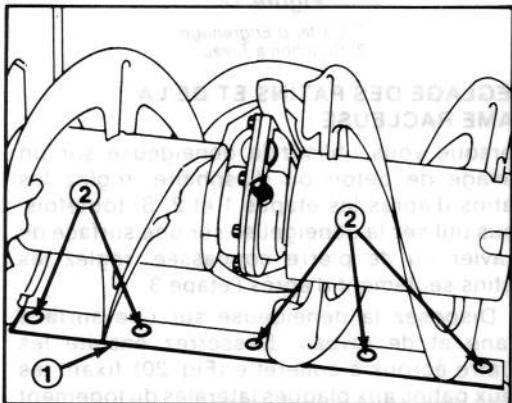

Figure 21
2. Réglez les deux patins pour qu'il y ait 1/8" (3 mm) entre le bas de la tarière et la surface plane et de niveau. Quand les patins sont bien réglés, serrez les écrous à collet à vis. Vérifiez ensuite la lame racleuse montée sur le bas du logement de tarière. Pour la régler, desserrez les cinq vis de montage, mettez la lame à niveau, puis resserrez les vis. La lame racleuse doit être parallèle à la surface plane et de niveau (Fig. 21).